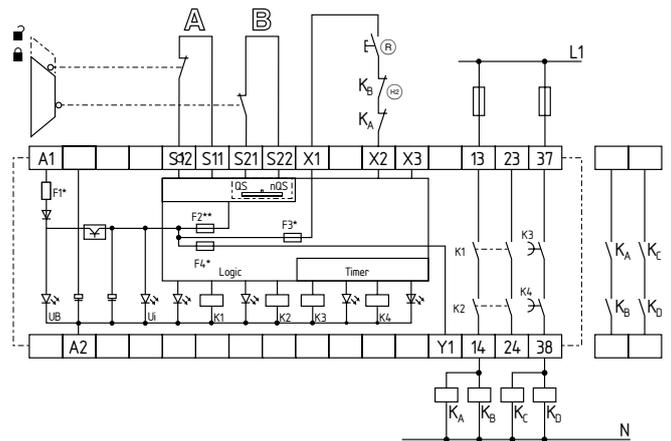

Abb. 8:
Zweikanalige Ansteuerung, dargestellt am Beispiel einer Schutz-türüberwachung; mit zwei Kontakten A und B, davon mindestens ein Kontakt zwangsöffnend; mit externem Reset-Taster (R) (siehe Abb. 8)